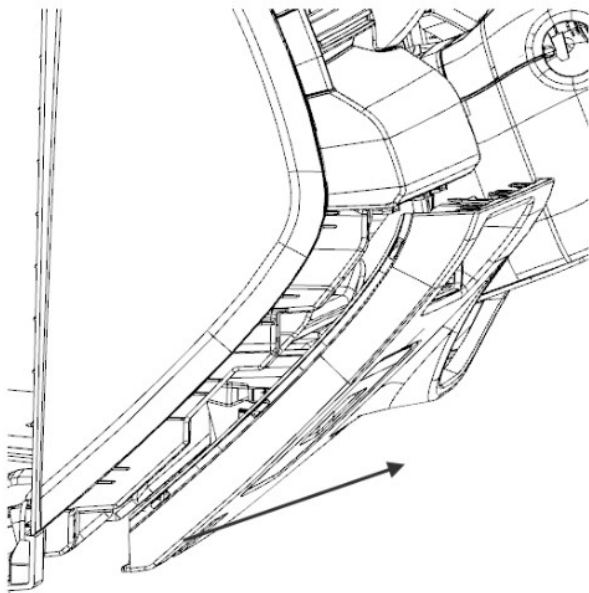

图 1.5.10 左下护板总成拆卸示意图
(1) 双手放在图 1.5.10 左下护板两侧, 沿图示箭头方向缓慢拔该零件直至装配处结构都脱开。